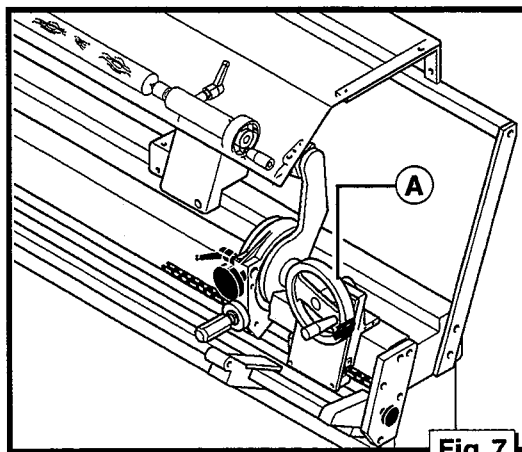

Fig. 7
- Skyv kopifresen til høyre med håndhjulet **A** som vist på fig. 7
- Förflytta kopierfräsen åt höger genom att vrida på handratten **A** enligt fig. 7